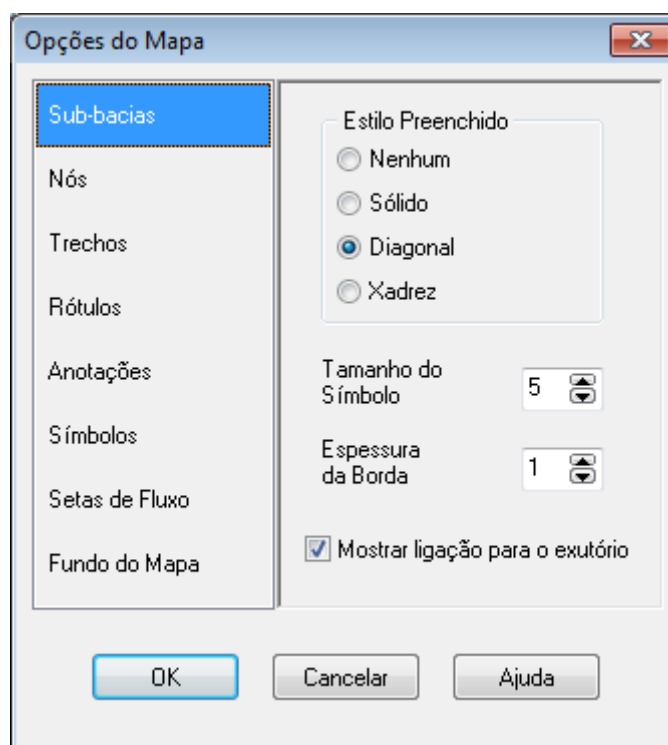

Figura 2.6 - Formulário de opções do Mapa
1. Selecionar a opção **Ferramentas >> Opções do Mapa** para apresentar o formulário de opções do mapa (ver Figura 2.6).